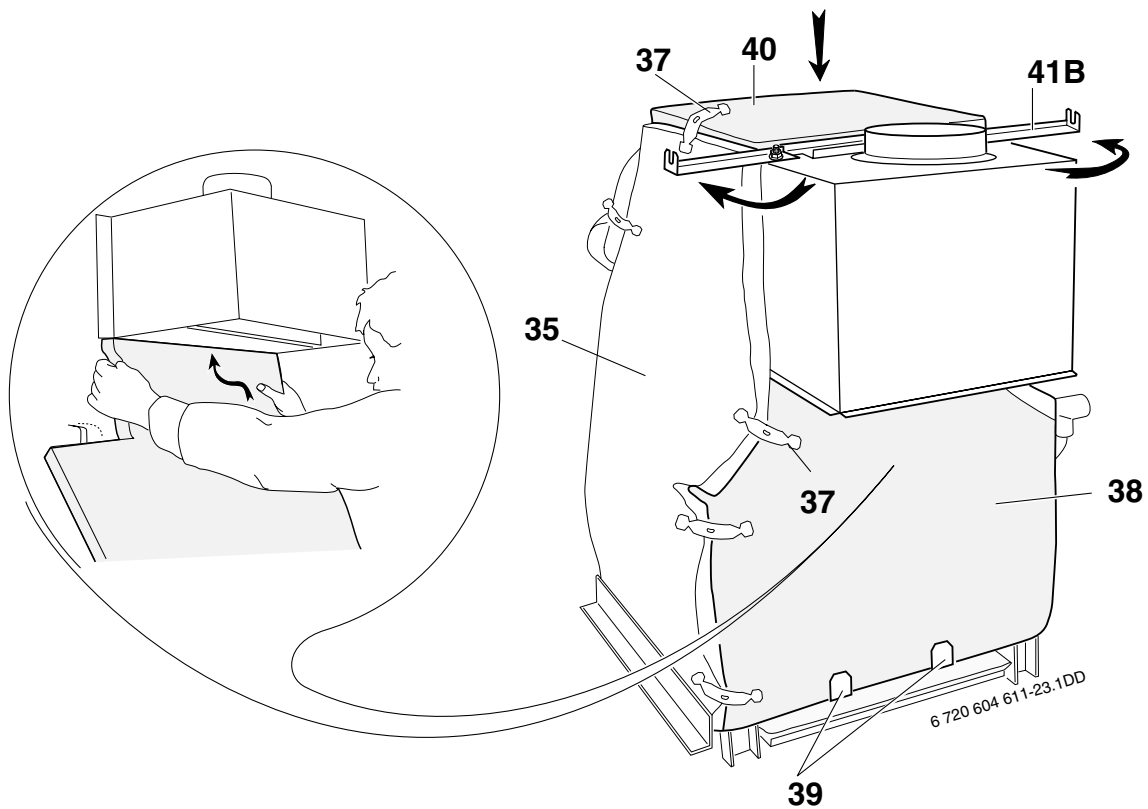

Bild 23
- **Kessel mit 11 bis 18 Glieder (Bild 23) :**